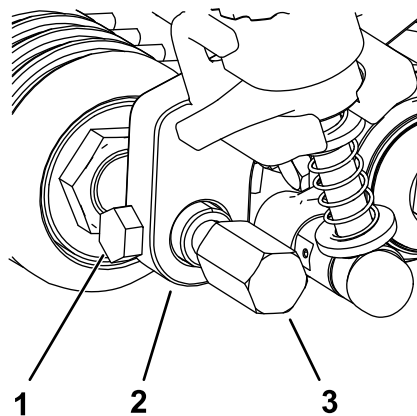

Рисунок 24
6. Вставьте и отцентрируйте вал переднего валика между кронштейнами высоты скашивания и закрепите его с помощью 2 крепежных винтов, снятых со старых кронштейнов высоты скашивания (Рисунок 24).
7. Установите защитные кожухи механической щетки с обеих сторон вала переднего валика (Рисунок 24).